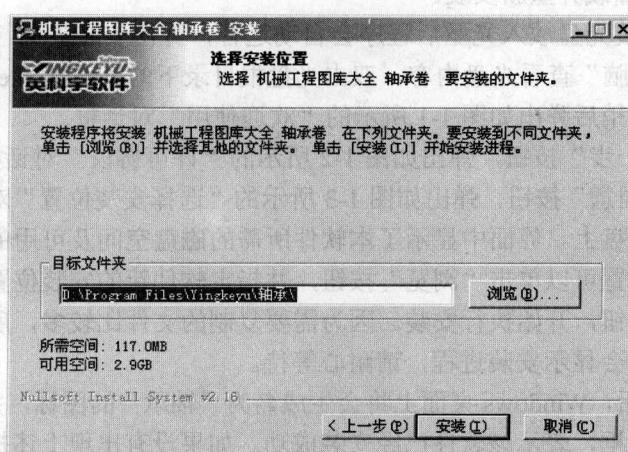

图 1-3 “选择安装位置”对话框
(3) 单击“我同意”按钮，弹出如图 1-3 所示的“选择安装位置”对话框，要求用户确定软件安装在哪一个盘上。界面中显示了本软件所需的磁盘空间及可用的磁盘空间。如果要自定义软件的安装位置可以单击“浏览”按钮，并指定软件新的安装位置。当安装位置确定后，单击“安装”按钮，开始执行安装。因为需要复制的文件比较多，所以需要一些时间。在这个过程中，屏幕会显示安装进程，请耐心等待。